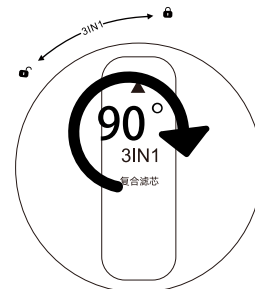

Figura 7
6. Presione suavemente el elemento del filtro y gírelo 90° en el sentido de las agujas del reloj, asegúrese de que el ícono del triángulo en la parte superior del elemento del filtro esté apuntando al ☹ icono, consulte la **Figura 7**.